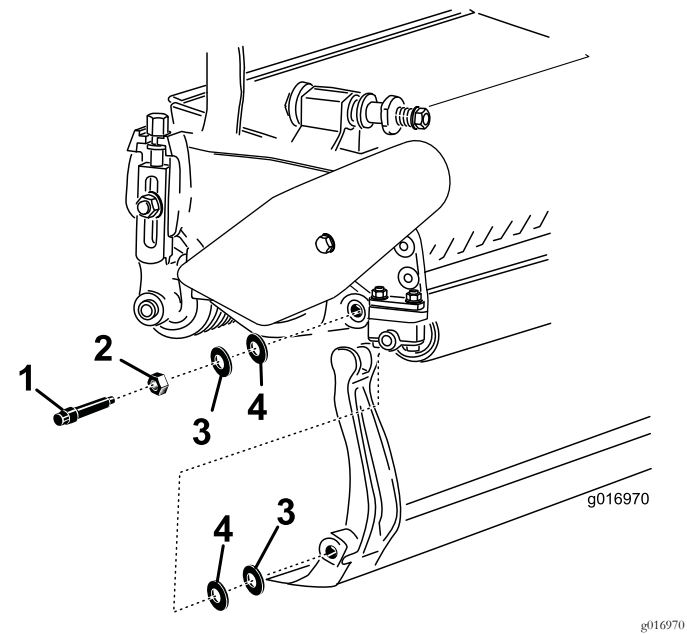

图21
- 取下底刀架 (图21) 各端的 2 个尼龙和 2 个印花钢垫圈。
- 3. 将尼龙垫圈放在侧板凸起的两侧。在两个尼龙垫圈的外侧各放一个钢垫圈 图21。